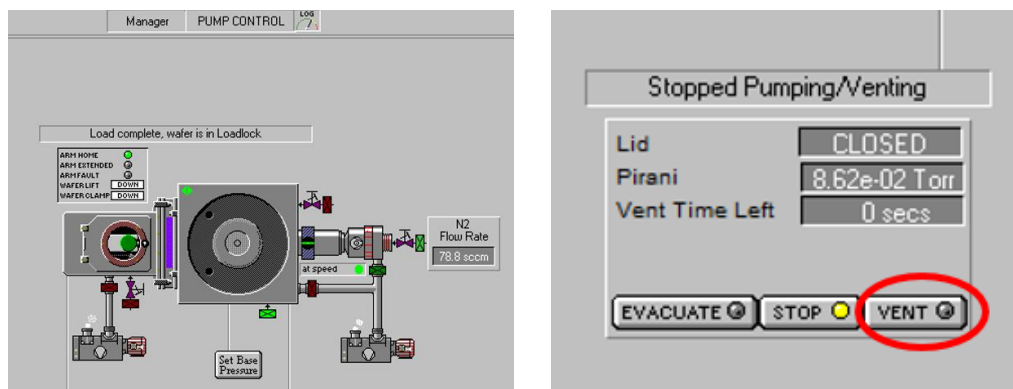

Figure 16 : Page PUMP CONTROL
12) Activer « **VENT** » pour une remise à pression atmosphérique afin d'ouvrir la porte du sas (Figure 16).